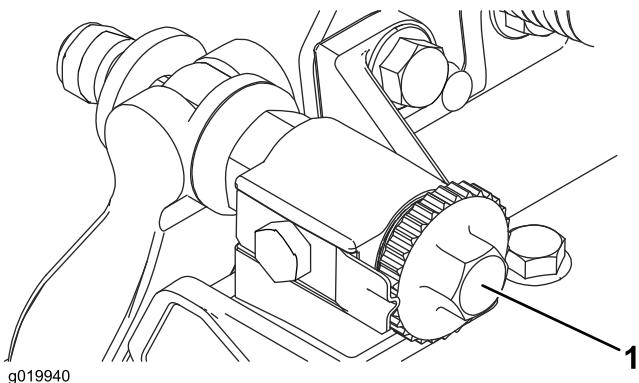

Figura 8
- Gire los tornillos de ajuste de la barra de asiento en el sentido contrario a las agujas del reloj para asegurarse de que la barra no está en contacto con el molinete (Figura 8).